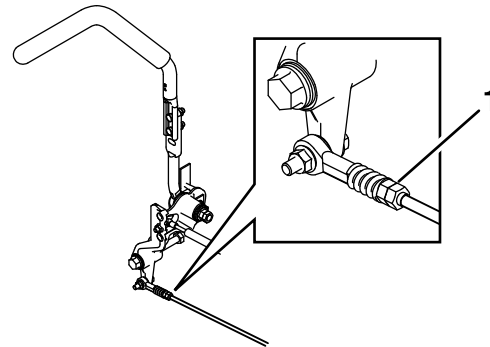

Figura 32
7. Ponga las palancas de control de movimiento en la posición de punto muerto. Ajuste la longitud de las varillas de control de las bombas girando las tuercas dobles de la varilla en el sentido apropiado, hasta que las ruedas se muevan ligeramente en marcha atrás (Figura 32). Mueva las palancas de control de movimiento a la posición de marcha atrás y, aplicando una ligera presión a la palanca, deje que los muelles de marcha atrás devuelvan las palancas a punto muerto. Las ruedas deben dejar de girar o moverse muy lentamente en marcha atrás.